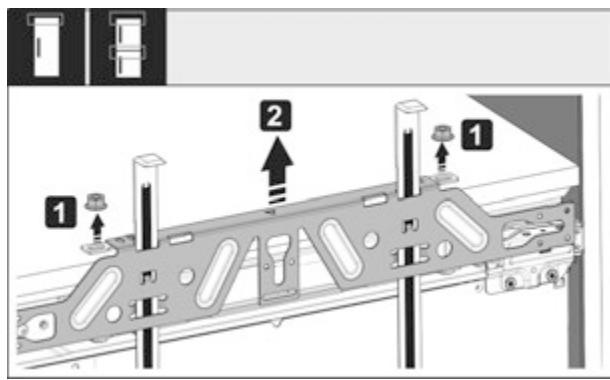

Fig. 54
- Ослабте контргайки Fig. 54 (1).
- Зніміть кріпильну поперечку Fig. 54 (2).